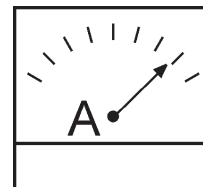

Figure 52. Ampèremètre (charge)
13. Observer l'ampèremètre du générateur (Figure 52) et vérifier qu'il affiche la quantité de courant prévue par rapport à la charge. L'ampèremètre affiche uniquement une lecture actuelle si une charge est en cours d'utilisation.